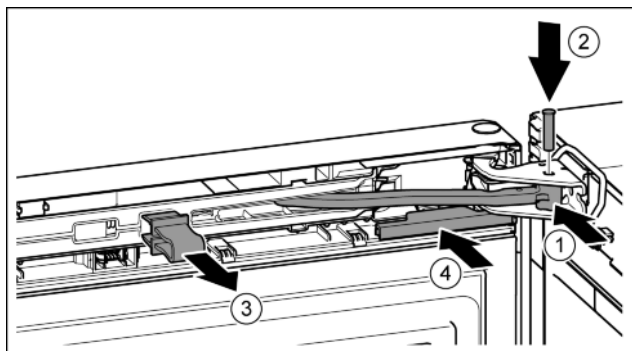

Fig. 26
- ▶ Поверніть шарнір в опорному кронштейні. Fig. 26 (1)
- ▶ Встановіть гвинт в опорний кронштейн та шарнір. При цьому виступ фіксатора повинен займати правильне положення в пазу. Fig. 26 (2)
- ▶ Зніміть запобіжник. Fig. 26 (3)
- ▶ Насуньте кришку. Fig. 26 (4)